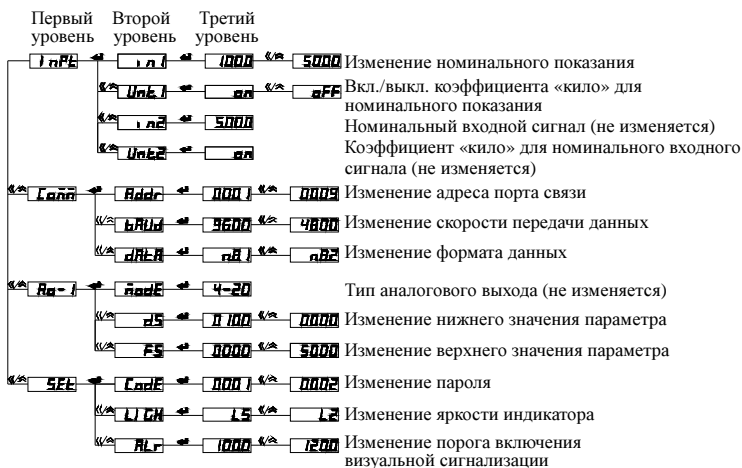

Рис. 4.13 – Структура меню программирования прибора PA194I-2K1T
2) На рис. 4.13 приведена структура меню программирования приборов модификации К (одноканальный вольтметр PZ194[5]U-2K1T, одноканальный амперметр PA194[5]I-2K1T, частотомер PD194F-2K1T).